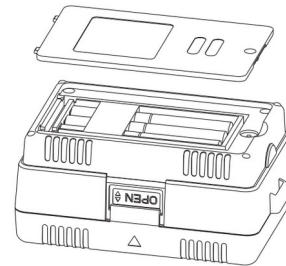

Figura 4
7.1.1 Reemplazo de Baterías (Ver-Figura 4)